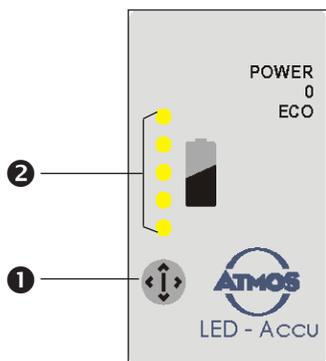

Fig. 5.
- Tant qu'on appuie sur la touches de test (❶, Fig. 5), la capacité de la batterie est affichée durant env. 3 secondes (❷, Fig. 5, LED vertes pour paliers 1...5).
- Durant la charge, la capacité de la batterie est affichée en continu (❷, Fig. 5, LED vertes pour paliers 1...5). La batterie est chargée à 100 % quand les 5 LED s'éteignent lors de la charge.